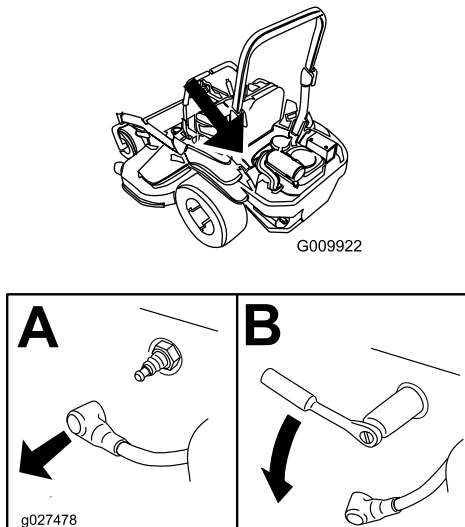

Figura 52
4. Localisez et retirez la ou les bougies comme montré à la Figura 52.